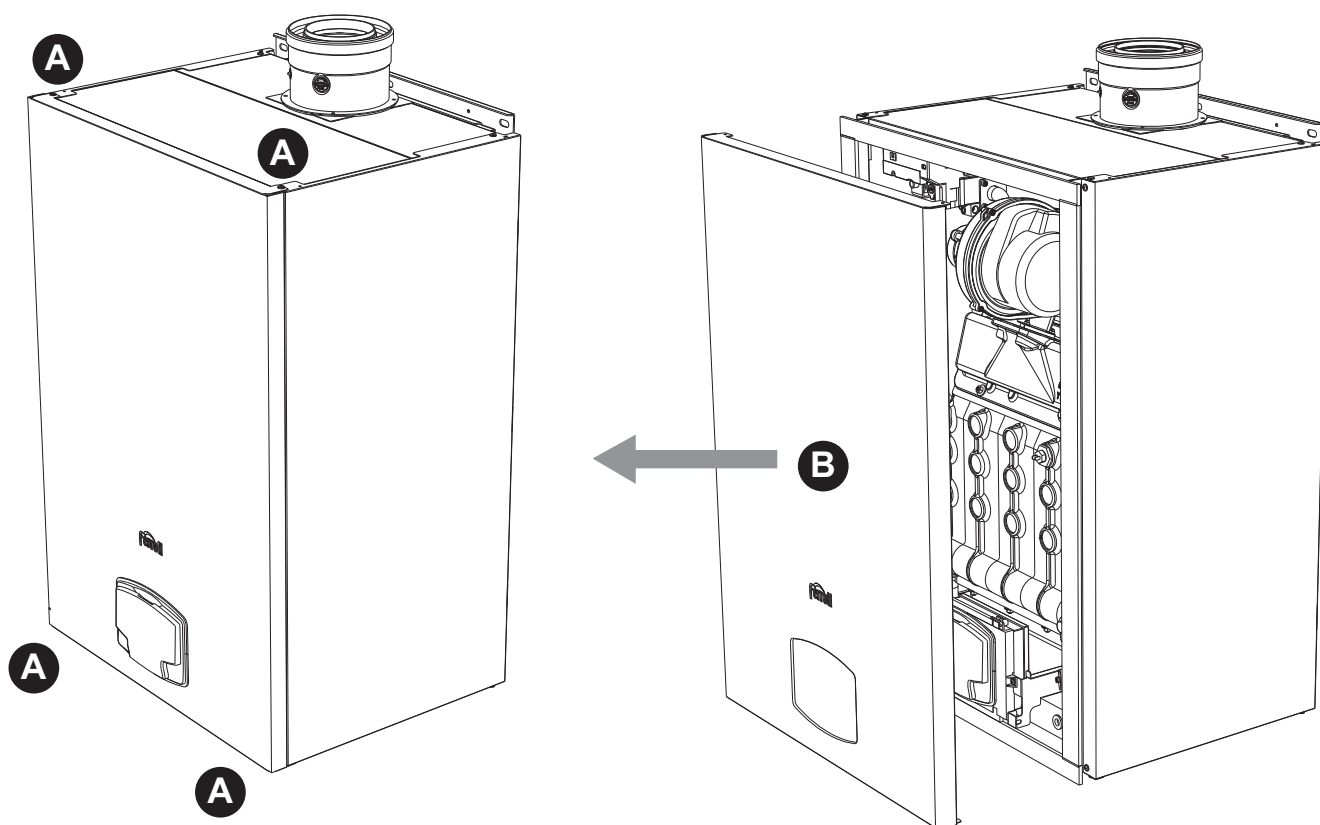

fig. 82- Deschiderea panoului frontal
1. Deșurubați șuruburile **A** (vezi fig. 82).